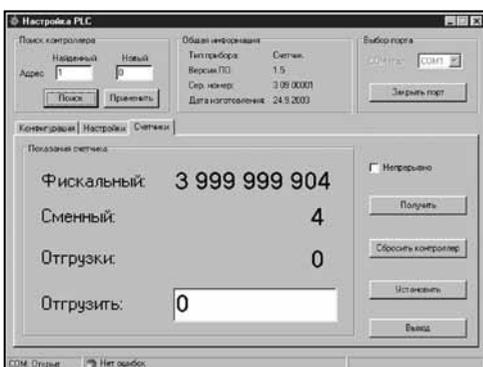

Рисунок 7. Страница «Счётчики»
6.7 На странице «Счётчики» (рисунок 7) расположены значения внутренних счётчиков: постоянного (фискального), сменного, отгрузки.